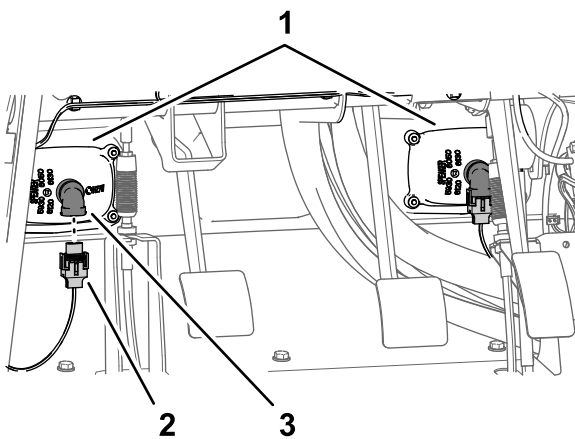

Figure 12
1. Débranchez les 2 connecteurs à 2 douilles du faisceau de la machine du connecteur à 2 broches des phares gauche et droite (Figure 12).